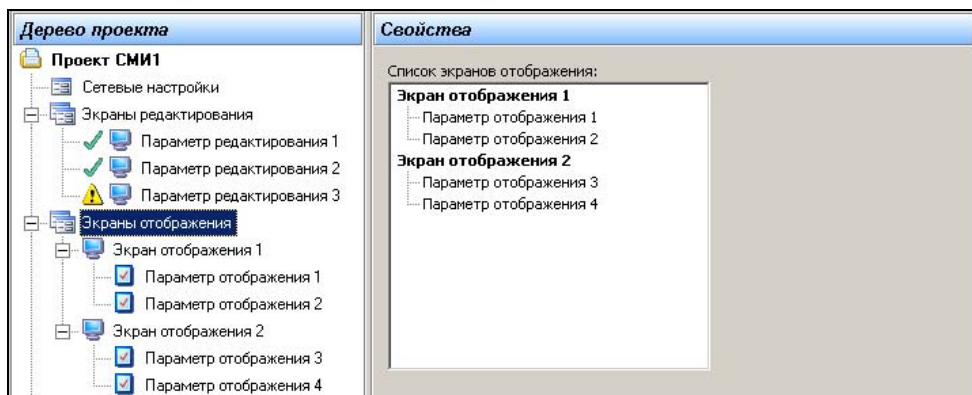

Рисунок 4.7. Экраны отображения. Список параметров
1. В дереве проекта – выбрать узел «Экраны отображения». Станут доступны дочерние узлы «Экран отображения 1» и «Экран отображения 2». В каждом из них, в свою очередь, доступны пункты «Параметр отображения» («1» и «2» для экрана 1 и «3» и «4» для экрана 2) (см. рисунок 4.7).